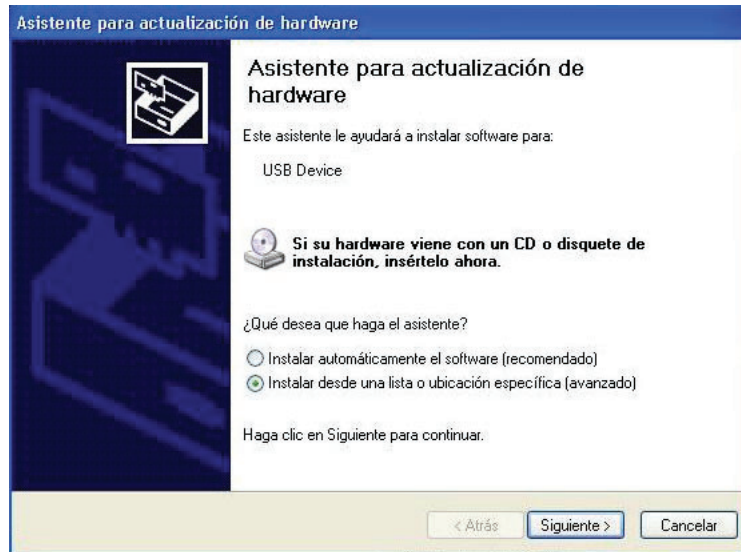

Figura E.4: Ventana de instalación de drivers para nuevo hardware.
- Lo conectamos al puerto USB del computador manteniendo presionado el pulsador de la línea RB4, al detectarse aparecerá el logo mostrado en la Figura E.3. y luego aparecerá la ventana mostrada en la Figura E.4, para la configuración de los drivers para el nuevo hardware encontrado.